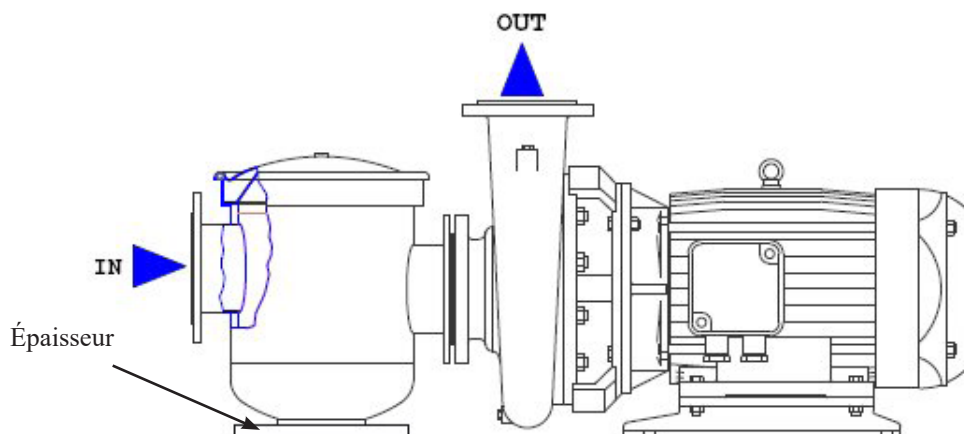

Figura 2.4
4. le préfiltre est bien aligné avec l'électropompe : sinon caler adéquatement le préfiltre ou l'électropompe elle-même (figura 2.4).